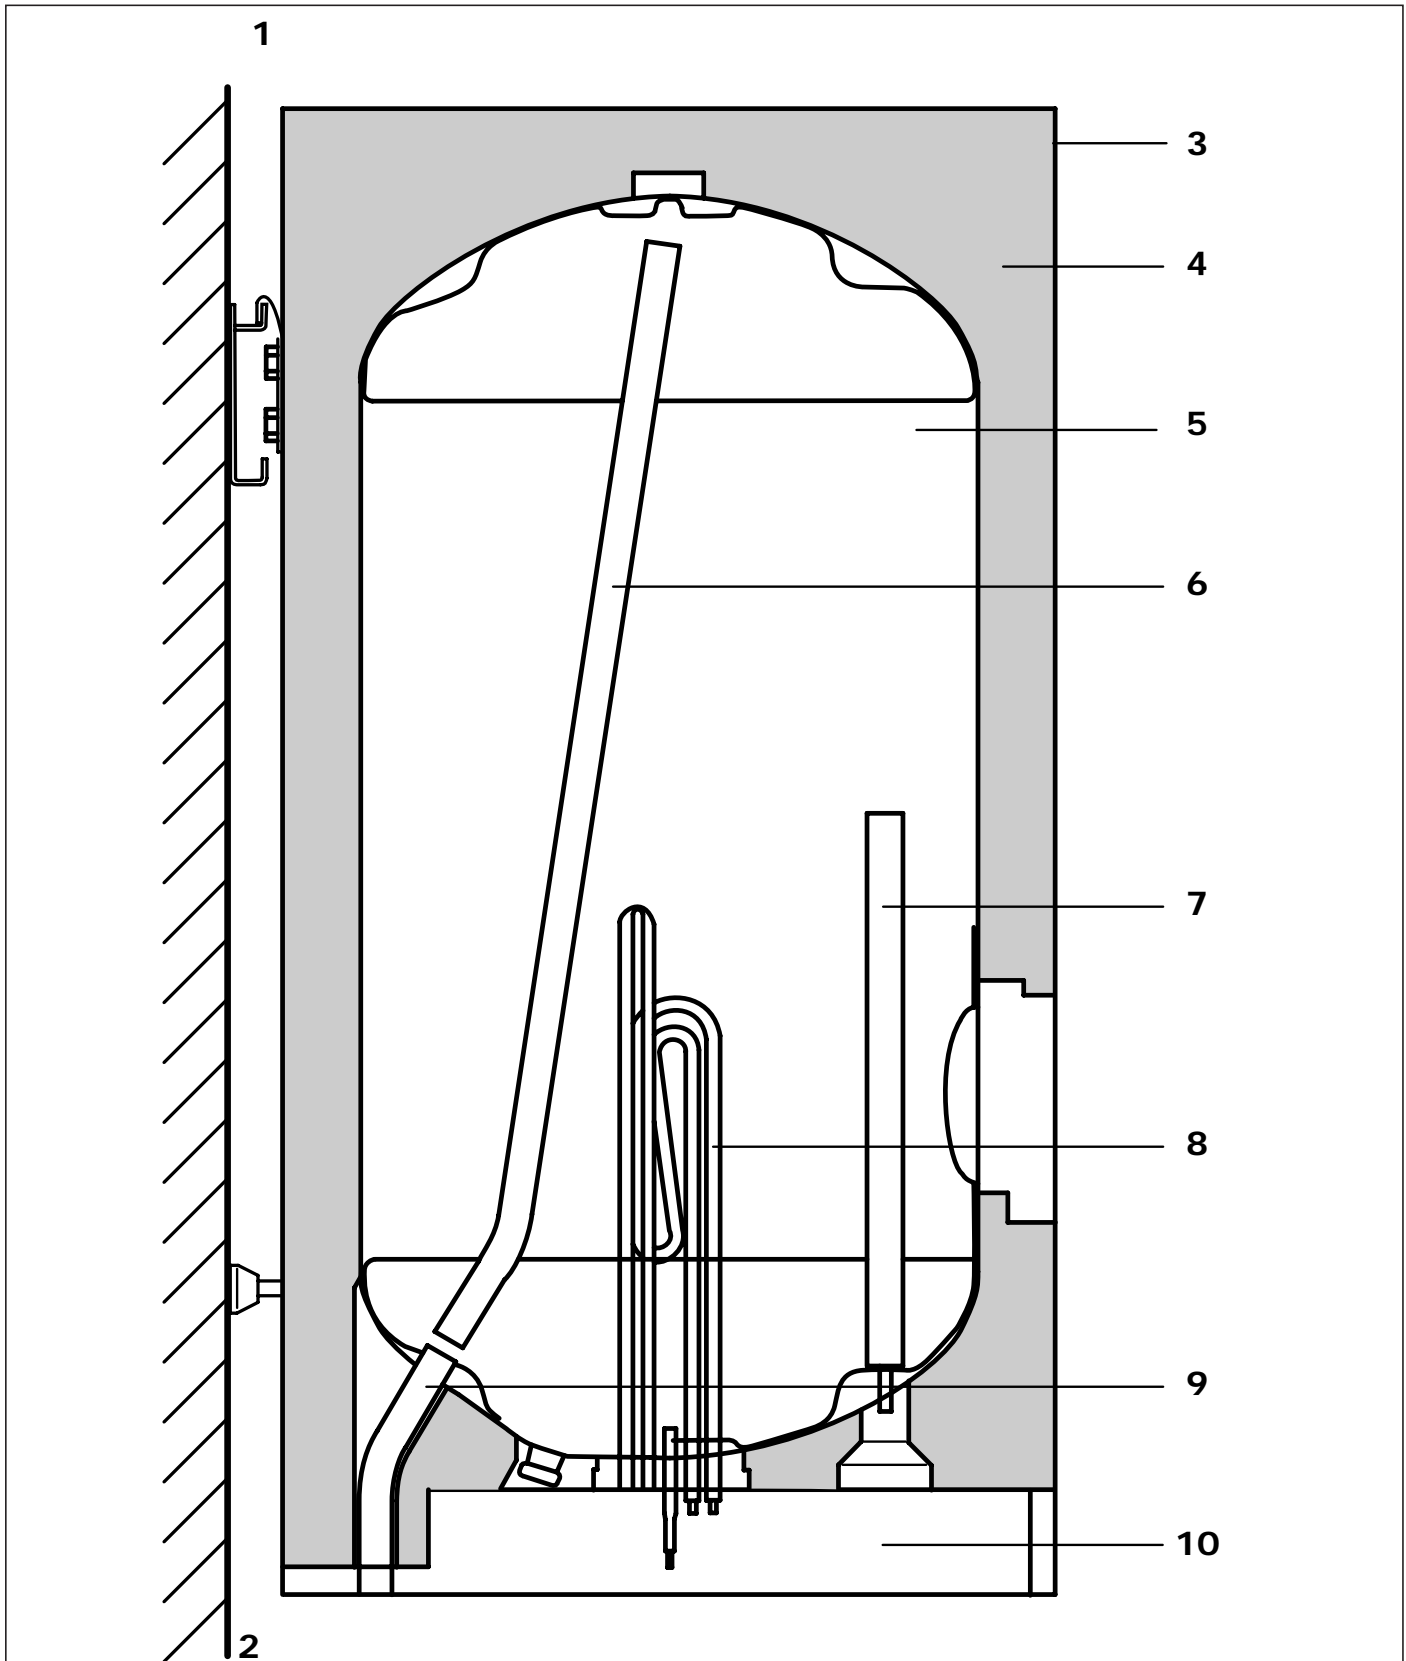

Abb. 1 Aufbau des VEH ... plus
Beim Öffnen eines Warmwasserzapfventiles strömt das Kaltwasser durch das Kaltwasserzulaufrohr (9, Abb. 1, Seite 3) und drückt das warme Wasser vom Innenbehälter (5) durch das Warmwasserauslaufrohr (6) heraus.